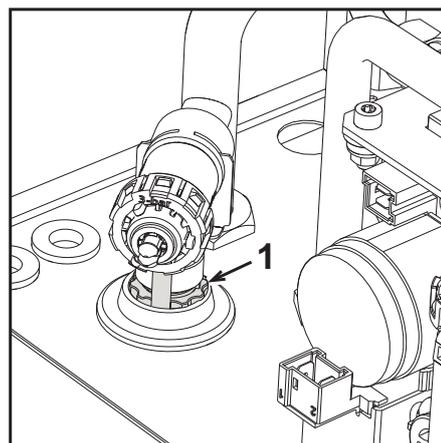

fig. 17- Veiligheidsklep met aftapkraan
Draai de ringmoer (ref. 1 - fig. 17) linksom om de kraan te openen en de installatie af te tappen. Gebruik geen gereedschappen en werk alleen met uw handen.